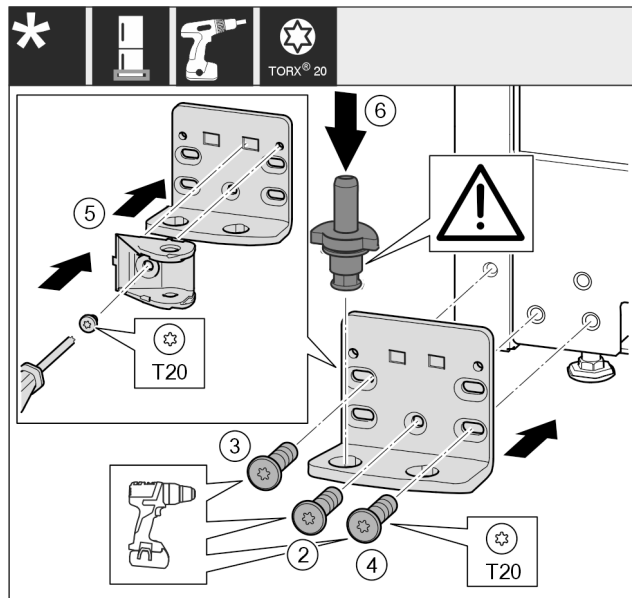

Fig. 21*
- Aplicați suportul de lagăr pe partea opusă și înșurubați-l cu ajutorul unei șurubelnițe. Începeți cu șurubul Fig. 21 (2) de jos din centru.*
- Înșurubați ferm șurubul Fig. 21 (3) și șurubul Fig. 21 (4).*